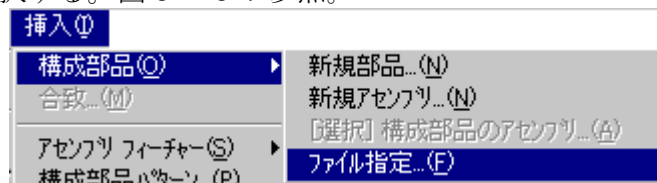

図6-67
②メニューバーから挿入を選択し、構成部品コマンド中のファイル指定を選択する。図6-67参照。